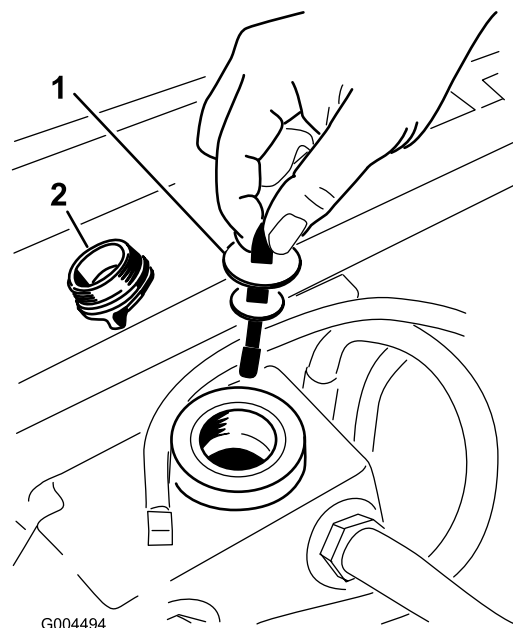

Figure 63
5. Enlevez le bouchon de remplissage du réservoir hydraulique (Figure 63).
6. Retirez la jauge et essuyez-la sur un chiffon propre (Figure 63).
7. Remettez la jauge dans le goulot de remplissage, ressortez-la et vérifiez le niveau de liquide (Figure 63).